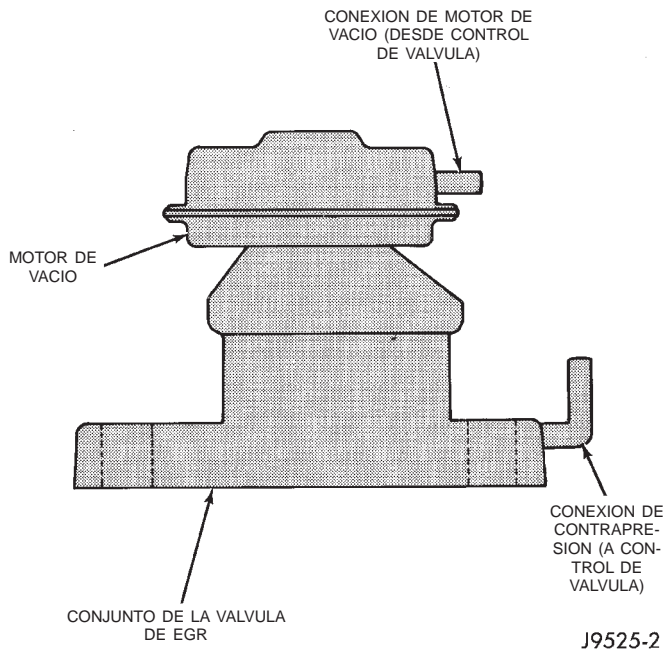

Fig. 6 Válvula de EGR característica
(1) Todos los motores están equipados con dos conexiones situadas en la válvula de EGR (Fig. 6). La conexión superior (situada en el motor de vacío) suministra el vacío del motor al diafragma contenido
(2) Desconecte la manguera de goma de la conexión del motor de vacío (Fig. 6) en la parte superior del motor de vacío de la válvula de EGR.
(3) Conecte una bomba de vacío manual a esta conexión.
(4) Ponga en marcha el motor.
(5) Lentamente, aplique 127 mm (5 pulgadas) de vacío a la conexión en el motor de la válvula de EGR.
(6) Mientras aplica vacío, un mínimo de 76 mm (3 pulgadas) de vacío, y con el motor funcionando a la velocidad de ralentí, la velocidad de ralentí deberá bajar o inclusive el motor puede calarse si el vacío se aplica rápidamente. Esto indica que el gas de escape está circulando a través del tubo de EGR entre los tubos múltiples de admisión y de escape.
(7) Si la velocidad del motor no ha variado, es posible que la válvula de EGR esté averiada, el tubo de EGR puede estar tapado con carbón o los conductos de los múltiples de admisión y de escape tapados con carbón.